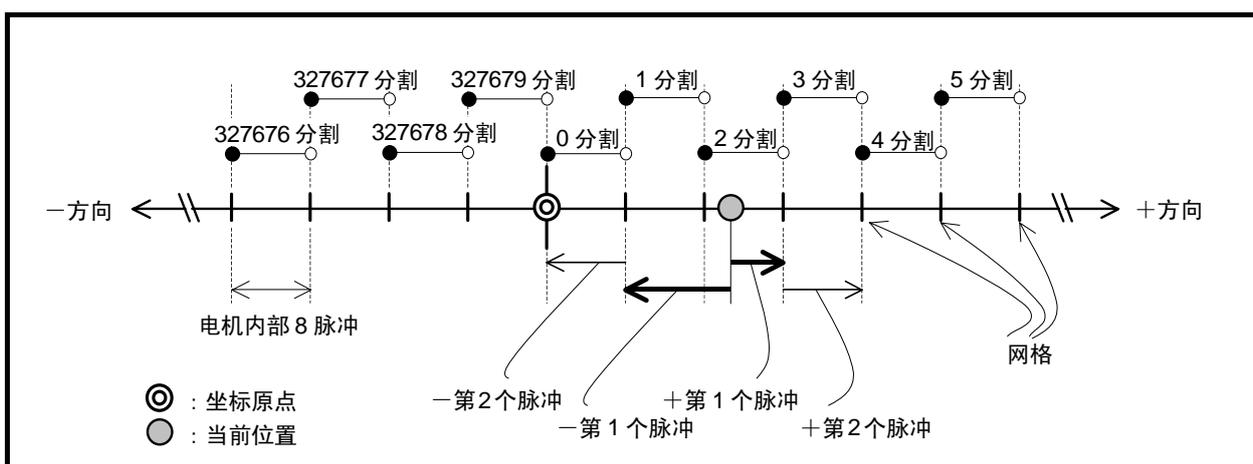

图 6-17：脉冲串输入第一个脉冲时的电机运行
- 「图 6-17：脉冲串输入第一个脉冲时的电机运行」显示了设定为 **CR327 680** 时的情况。脉冲串每输入 1 [脉冲]，在电机内部指令中变为 8 [脉冲] 的移动量。